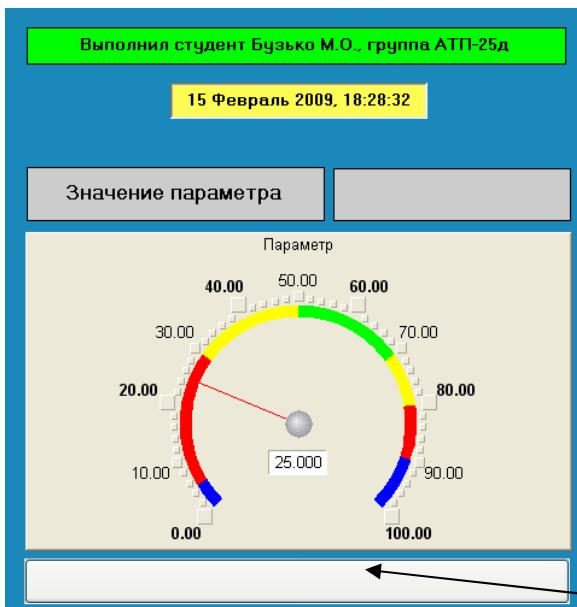

Рис. 4.1
4.4.2.1. На інструментальній панелі графічного редактора вибрати ЛК ікону ГЕ Кнопка. Розмістити ГЕ в полі екрану під ГЕ Стрілочний прилад (див. рис. 4.1).